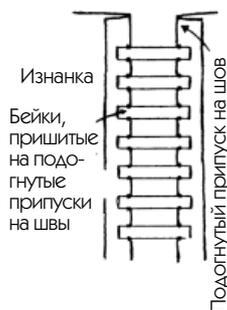

Рис. 463
2. На рис. 463 показано, как подготовить это фантазийное украшение на изнаночной стороне изделия.